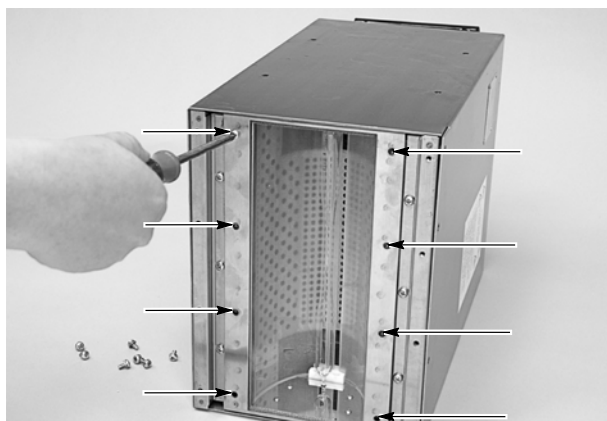

図 6-3 RFスクリーンの取出し
2. 図6-3を参照。電球領域全体が露出されてアクセス可能なように、ランプヘッド アセンブリを回す、あるいは置き換えます。